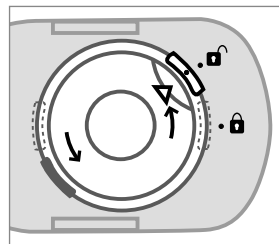

Рис. 2
3. Расположите ингаляционную камеру вертикально на столе. Отсоедините верхнюю часть ингаляционной камеры от самой камеры. Для этого поверните крышку ингаляционной камеры против часовой стрелки, так, чтобы маркер «» указывал на «» (рис. 2). Потянув крышку ингаляционной камеры вверх, извлеките ее.